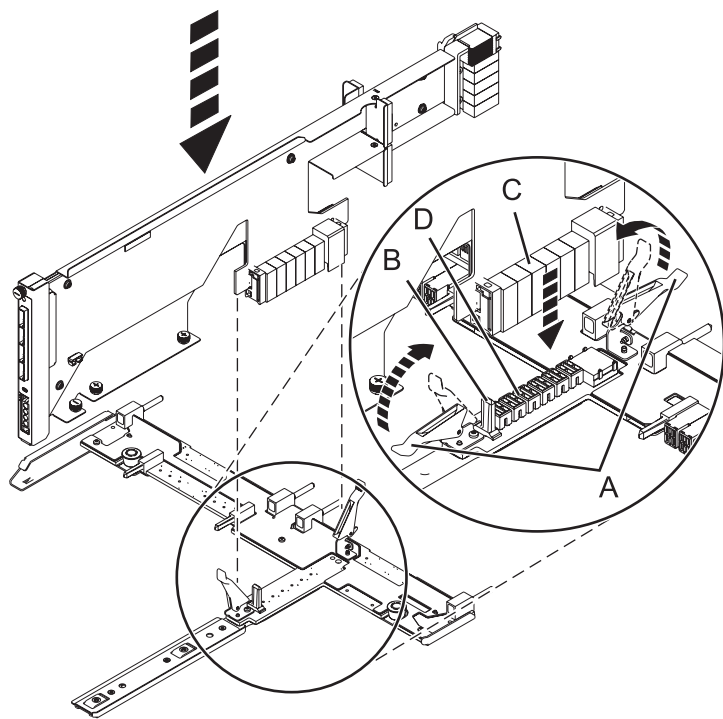

Figura 74. Instal·lació de la targeta de conducte SAS a la placa mitja
- a. Poseu el connector de la targeta (C) a la connexió de la placa mitja (D) utilitzant la guia (B) per garantir una bona connexió.
- b. Aixequeu la nansa (A) per col·locar i fixar la targeta de conducte SAS a la placa mitja com es mostra a la Figura 74 a la pàgina 117.